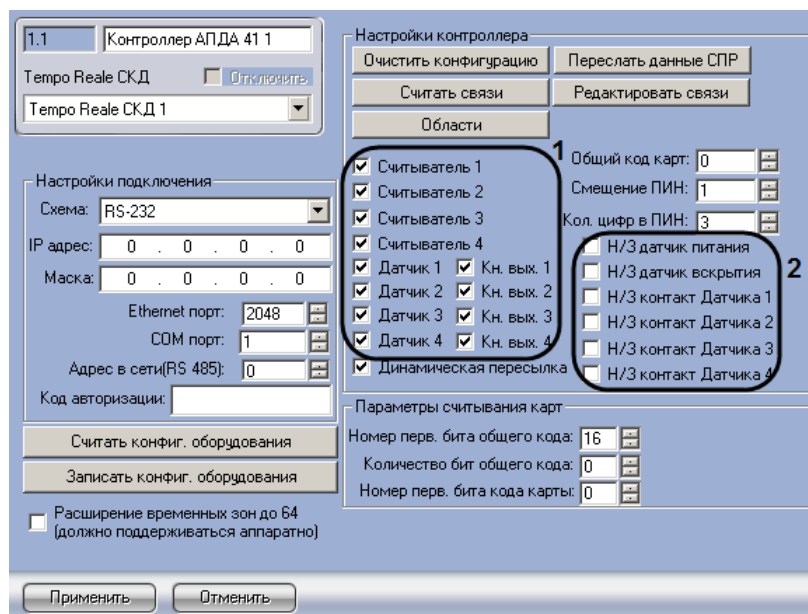

Рис. 3.3—6 Общая настройка дополнительных датчиков, подключенных к контроллеру АПДА.41
*Примечание.* Общая настройка дополнительных датчиков, подключенных к контроллеру АПДА. 41 производится аналогично (Рис. 3.3—6).